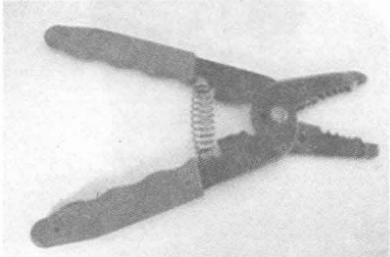

图 1—6 剥线钳
7. 斜口钳：剪断刹车线、扎带及其他需剪断的东西。如图 1—7 所示。